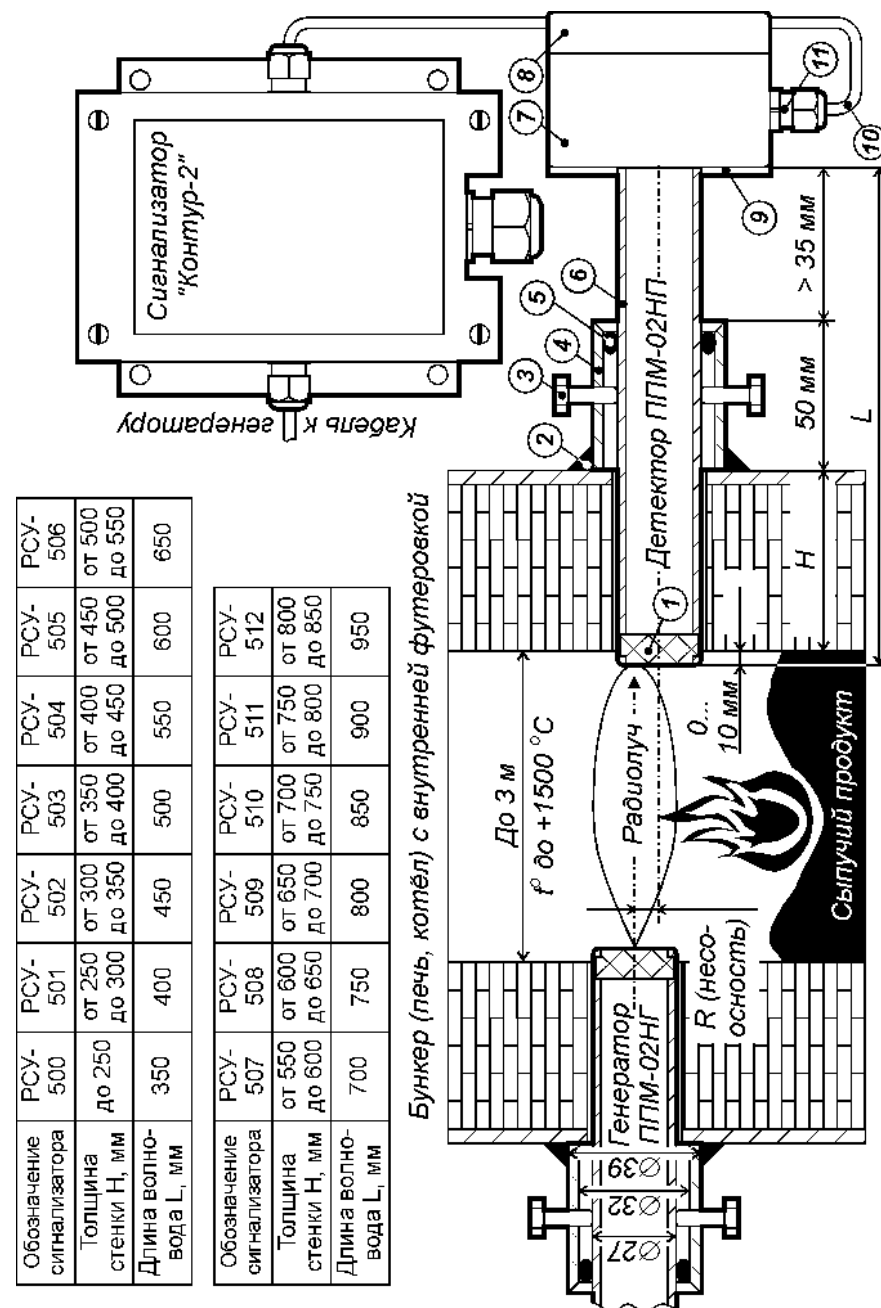

Рис. 1. Принцип действия датчиков уровня серии РСУ-500.
Принцип действия датчиков уровня серии РСУ-500 (далее – «датчиков») основан на ослаблении амплитуды радиосигнала, проходящего сквозь слой контролируемого продукта (рис. 1).
В комплект поставки датчика входят микроволновые генератор и детектор. Они устанавливаются в соосные отверстия на противоположных стенках бункера: толщина стенок может достигать 850 мм (см. таблицу обозначений на рис. 1).
Установка генератора и детектора на бункер или его конический сход должна проводиться в строгом соответствии с рис. 1.
Сигнал, излучаемый генератором, является поляризованным: при повороте оси детектора относительно оси генератора (оси обозначены на рис. 1 штрих-пунктирной линией) чувствительность датчика резко снижается и при угле поворота в 90° падает практически до нуля.
1. Просверлить на противоположных стенках бункера, друг напротив друга сквозные отверстия диаметром 28...30 мм. Несоосность отверстий (R на рис. 1) не должна превышать 5% от внутреннего диаметра (сечения) бункера.
3. Измерить расстояние от внутренней поверхности футерованной стенки бункера до внешней грани крепёжной трубы. Отмерив указанное расстояние от торца керамической заглушки (поз. 1 на рис. 1) нанести на волновод (поз. 6 на рис. 1) соответствующую метку.
4. Избегая перекосов, вставить в подготовленные отверстия через крепёжные трубы генератор ППМ-02НГ и детектор ППМ-02НП до совпадения метки с внешним краем крепёжной трубы. Модуль должен быть установлен заподлицо с внутренней поверхностью стенки или выступать внутрь бункера не более, чем на 10 мм (см. рис. 1). При этом расстояние между внешней гранью крепёжной трубы и латунным фланцем (поз. 9 на рис. 1) должно быть не менее 35 мм.
6. Между волноводом и крепёжной трубой (см. рис. 1) необходимо проложить термостойкий шнур из комплекта поставки. Шнур укладывается равномерно слоем 1,5 – 2 витка и обеспечивает защиту пластикового корпуса генераторного (детекторного) модуля от открытого пламени.